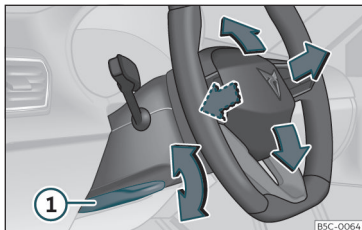

Fig. 8 Leva nella parte inferiore del lato sinistro del piantone dello sterzo.
- Tirare la leva » **fig. 8 ①** verso il basso, muovere il volante verso la posizione desiderata e risolvere la leva fino al punto di chiusura.
- Dopo aver regolato il piantone dello sterzo, spingere fermamente la leva » **fig. 8 ①** verso l'alto affinché il volante non cambi posizione accidentalmente durante la marcia.